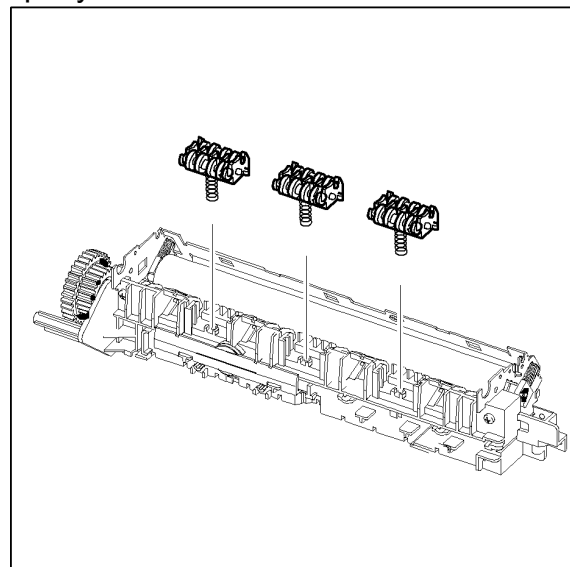

Рисунок 5
7. Снимите узлы подвески ролика, рисунок 5.